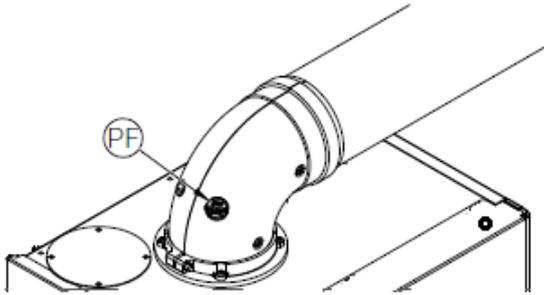
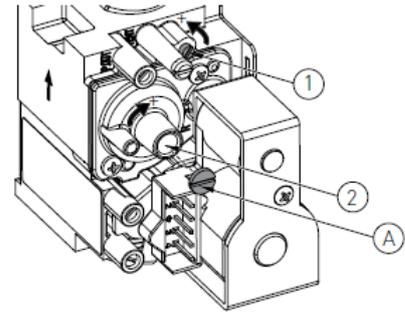

Рисунок 6.3
Рисунок 6.4
- Вставьте зонд анализатора дымовых газов (Рисунок 6.3) в соответствующий штуцер анализа дымовых газов «PF», после чего проверьте, соответствует ли значение CO2 тому, что приведено в главе «Технические характеристики», в противном случае открутите защитный винт «А» и отрегулируйте при помощи ключа шестигранника на 4 винт «2» регулятора смещения (Рисунок 6.4). Для того чтобы увеличить значение CO2, необходимо вращать винт по часовой стрелке, а чтобы его уменьшить – против часовой стрелки. После завершения регулировки закрутите защитный винт «А» на регуляторе смещения.
- Проверьте, соответствует ли значение CO2 тому, что приведено в главе «Технические характеристики», в противном случае отрегулируйте винт «1» регулятора подачи газа (Рисунок 6.4). Для того чтобы увеличить значение CO2, необходимо вращать винт против часовой стрелки, а чтобы его уменьшить – по часовой стрелке.